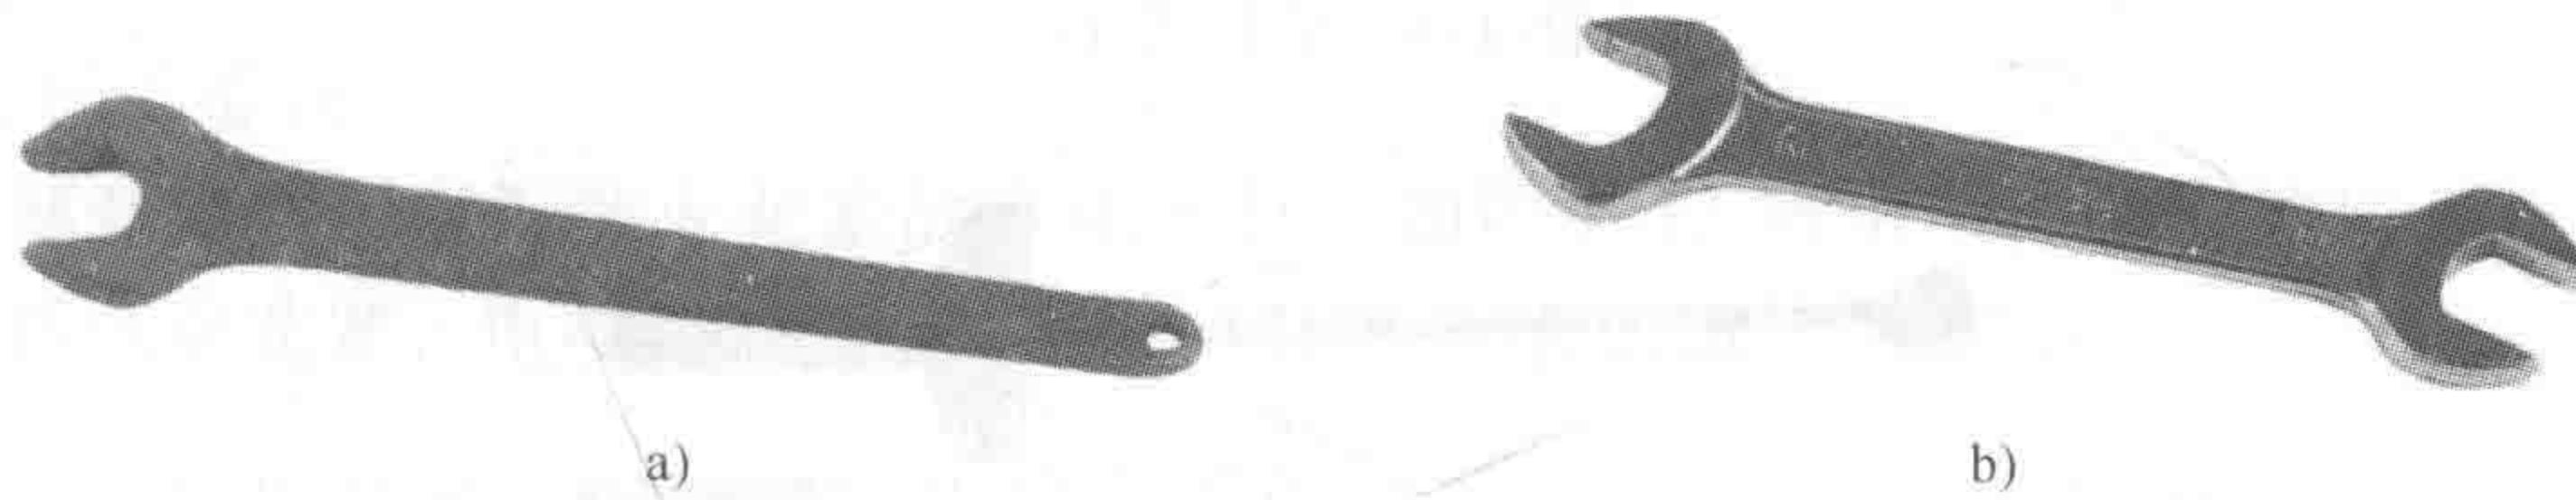

图 1-5 呆扳手
(2) 呆扳手 呆扳手一端或两端制有固定尺寸的开口，用以拧转固定尺寸的螺栓或螺母，如图 1-5 所示。呆扳手的规格是以钳口开口的宽度来表示的，每把双头呆扳手只适用于两种尺寸的外六角头、方头螺栓或螺母。